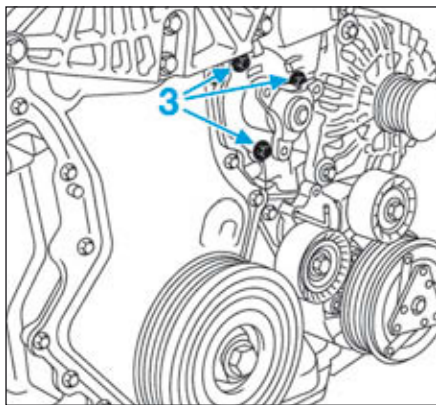

FIG.119
- Déposer trois les vis (3) (Fig.119) de la pompe à eau.